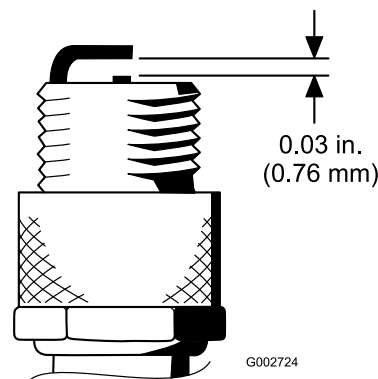

Figura 43
4. Ajuste a folga existente entre a zona central e lateral do eléctrodo para 0,76 mm (Figura 43).